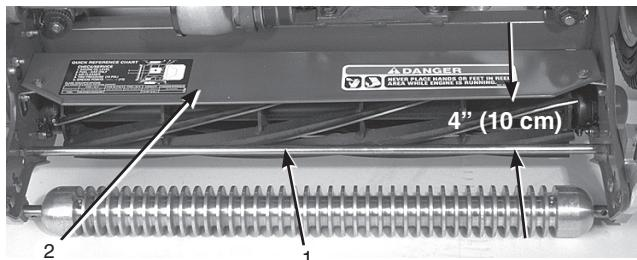

図17
- 前サポート・ロッドの上面からシールドの前リップまでの距離をカッティングユニットの両端で測定する(図17)。